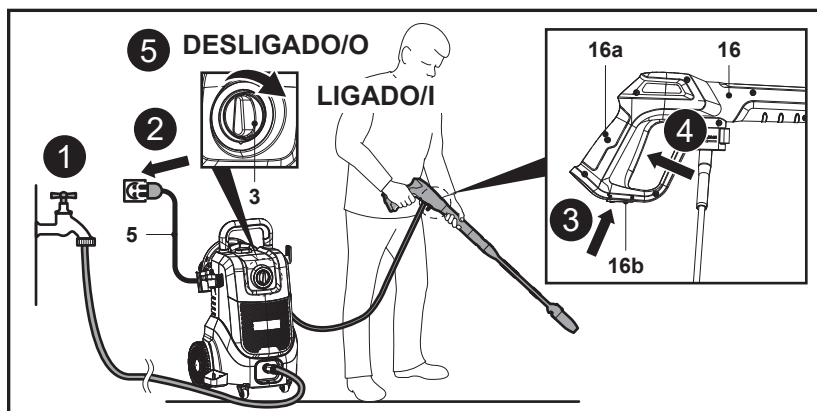

Fig. 19
1. Abra a torneira da água a fim de permitir que a água flua para a bomba (Fig. 19, passo 1).
2. Ligue o cabo de alimentação (5) à fonte de alimentação, certificando-se de que o interruptor rotativo ligar / desligar (3) está na posição de desligado (Fig. 19, passo 2).
3. Puxe o bloqueio do gatilho (16b) na parte inferior da pistola de pulverização (16) para trás para desbloquear o gatilho da pistola de pulverização (16a) (Fig. 19, passo 3).
4. Aperte totalmente o gatilho (16a) até existir um fluxo constante de água para purgar o ar da máquina e da mangueira de fornecimento de água (Fig. 19, passo 4). Em seguida, solte o gatilho (16a) da pistola de pulverização.
5. Ligue a máquina rodando o interruptor rotativo ligar / desligar (3) para a posição "I" (Fig. 19, passo 5).